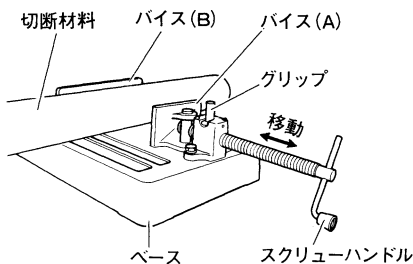

図6
- (1) グリップを立てた状態(図6参照)の時、スクリーハンドルを押ししたり引いたりすればバイス(A)の早送りができます。